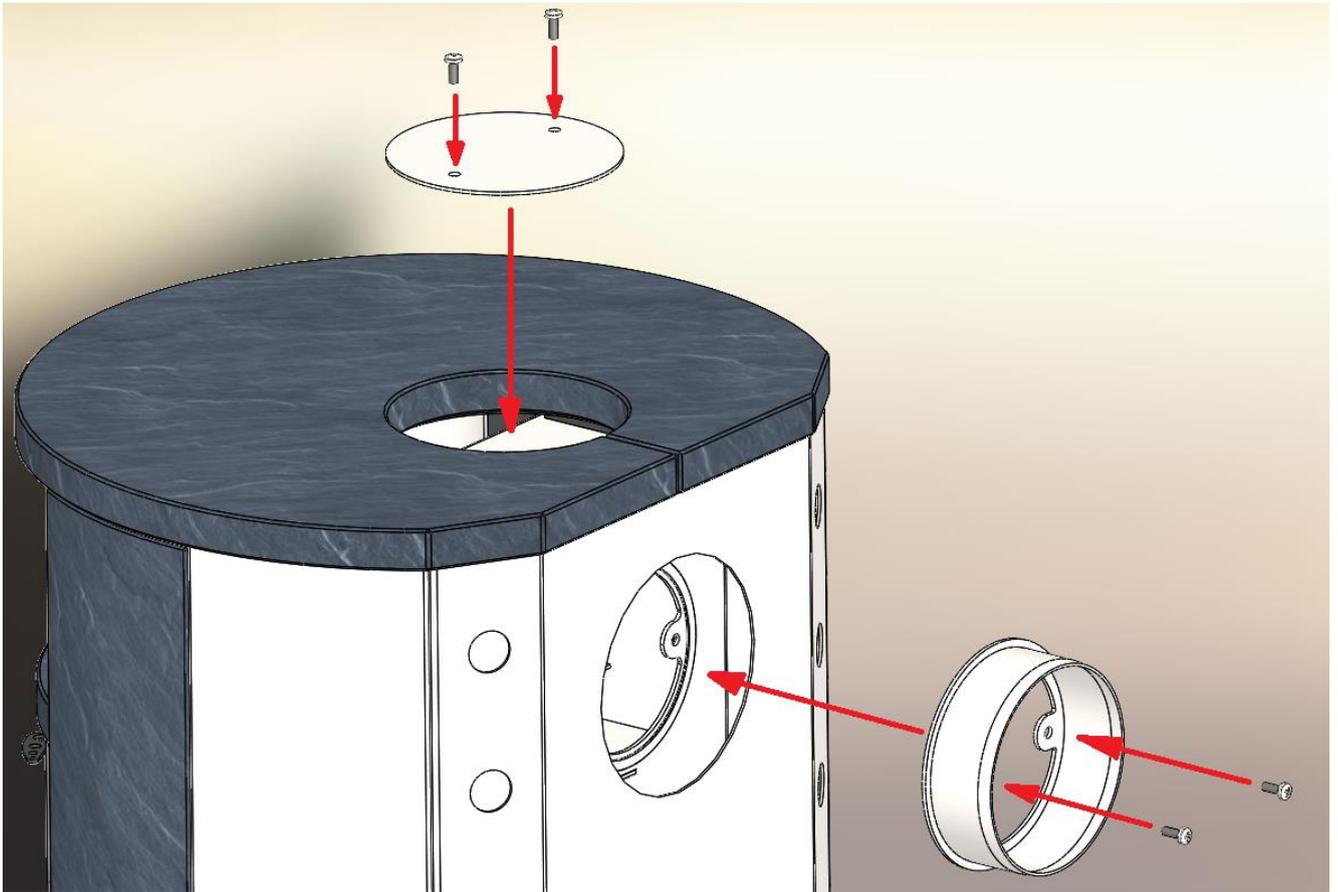

Abbildung 3 Montage des Rauchabzugsanschlusses / Rauchabzugdeckels
4. Abbildung 3 Montage des Rauchabzugsanschlusses / Rauchabzugdeckels	Seite 5